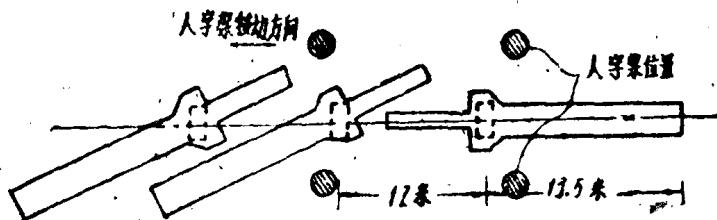

图 6 順柱列跨杯口安装平面布置
(2) 顺柱列跨杯口安装法（见图6）：将人字架跨在杯口上进行安装。如果缺乏起重量大的电动卷扬机，可以采用两台绞磨串连起来同时操作，但两台绞磨之间的距离，应保证绞棍不相碰撞，安装时保持在一个水平上，钢索的穿绕如图7所示。钢索在磨心上的缠绕